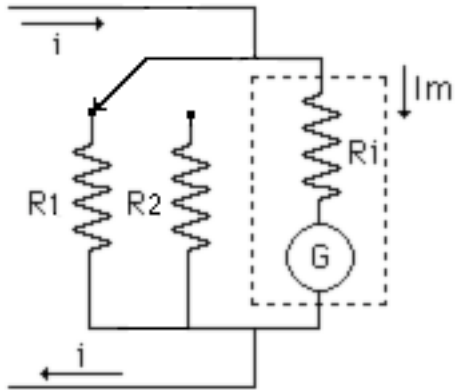

Figura 2.1.- Amperímetro de dos escalas
- 7.- Realice los cálculos para determinar las especificaciones de las resistencias necesarias para construir un amperímetro de dos escalas con el Galvanómetro de D'Arsonval cuyas características le indicará su profesor en el Pre-Laboratorio, utilizando la configuración de la Figura 2.1. Debe seleccionar valores comerciales e indicar la capacidad de disipación de las resistencias.